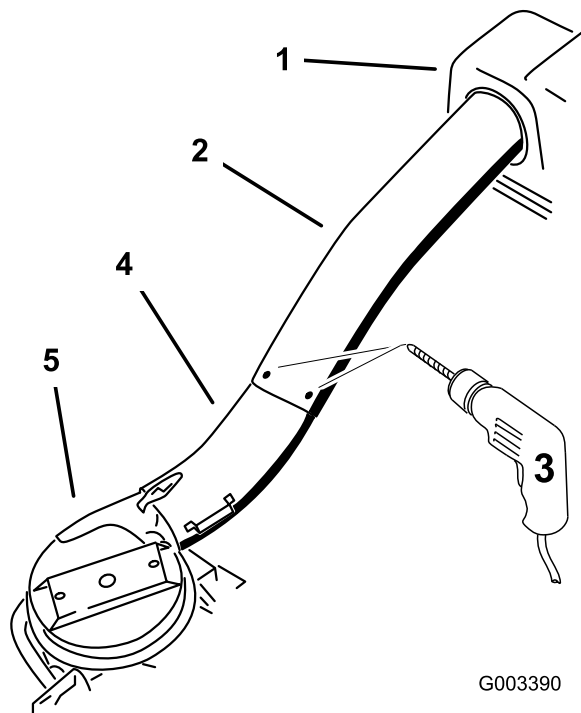

Figura 24
10. Usando los 3 orificios o muescas del tubo superior como guía, perfore 3 orificios (5.6 mm [7/32"] de diámetro) en el punto de unión de los tubos superior e inferior (Figura 24).